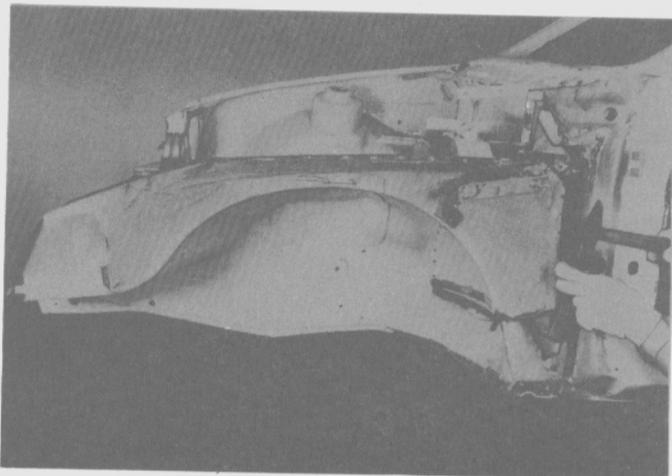

Fig. 144
- Separar el conjunto larguero guardabarro delantero interior en su unión con el panel del tablero, el piso de la carrocería y el refuerzo (Fig. 144 y 145).